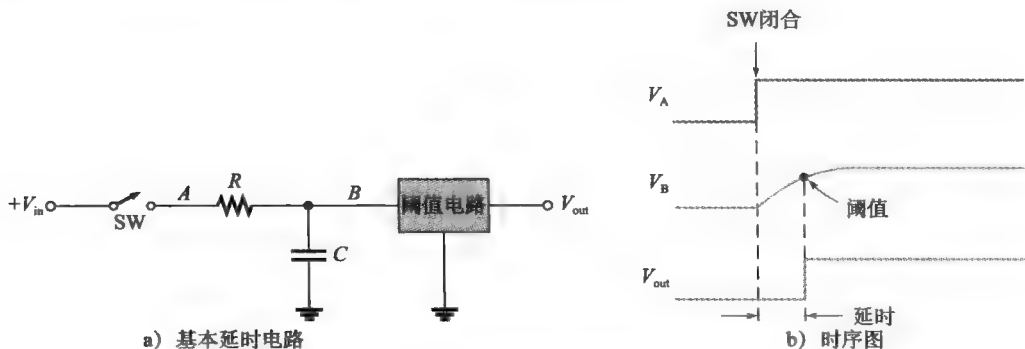

图 15-49 RC 积分器的基本延时应用
相关问题: 对于 $V_{in}=24V$ 、 $R=10k\Omega$ 、 $C=1500pF$, 求图 15-49 中电路的延时。
- 1. 试问在图 15-49 所示的电路中怎么才能增大延时?